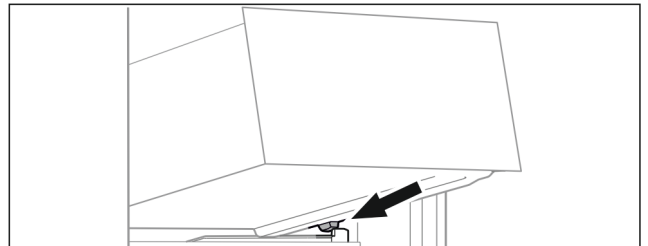

Fig. 132
- ▶ Lade schuin achter de stoppers op containerrib plaatsen. (zie Fig. 132)